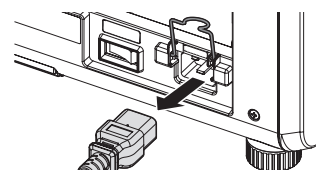

Abb. 2
3) Halten Sie den Stecker des Netzkabel fest und ziehen Sie das Netzkabel aus dem <AC IN>-Anschluss des Projektors heraus. (Abb. 2)